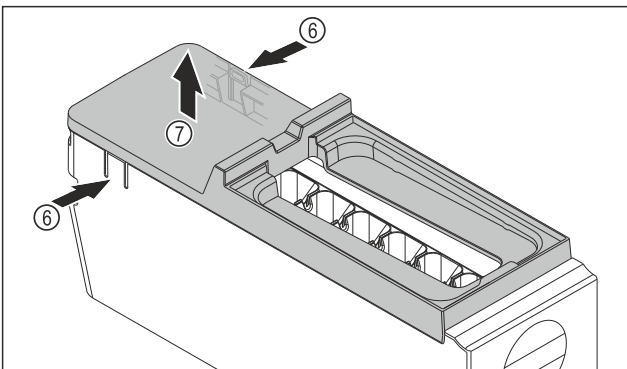

Fig. 75
- ▶ Abdeckung des EasyTwist-Ice-Korpus entnehmen: Laschen Fig. 75 (6) an den beiden Seiten des EasyTwist-Ice-Korpus mit einer Hand drücken.
- ▶ Abdeckung Fig. 75 (7) mit der anderen Hand nach oben entnehmen.